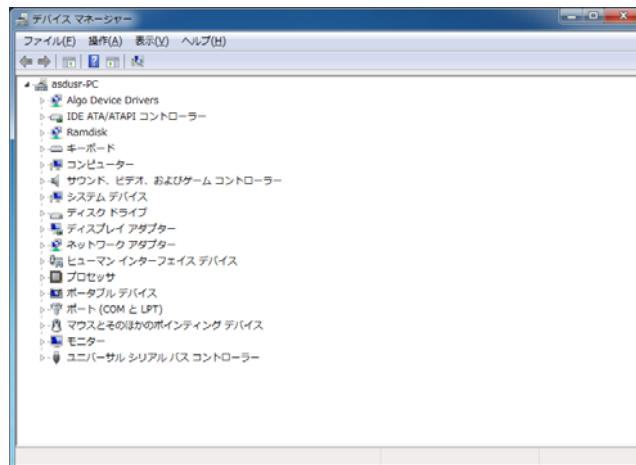

図3-3-5-1. デバイスマネージャー
- ① スタートメニューから[コントロールパネル]を選択します。
- ② [コントロールパネル]が開きます。[システム]を実行します。
- ③ ダイアログが開きます。[デバイスマネージャー]を選択します。
- ④ [デバイスマネージャー]が開きます。(図3-3-5-1)